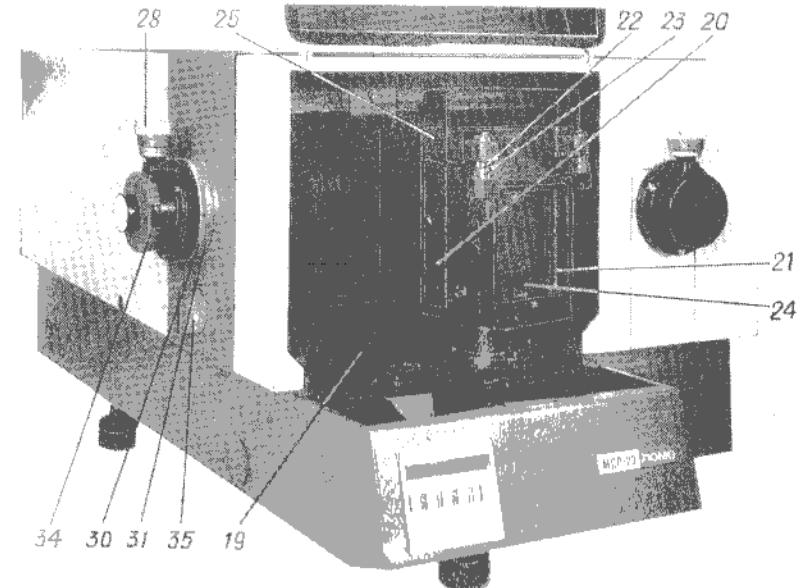
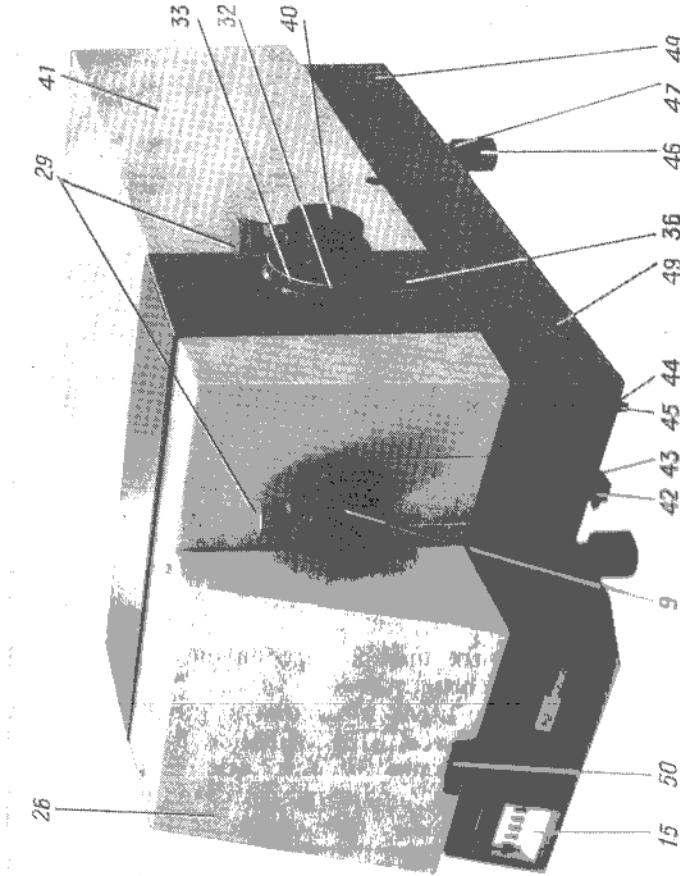
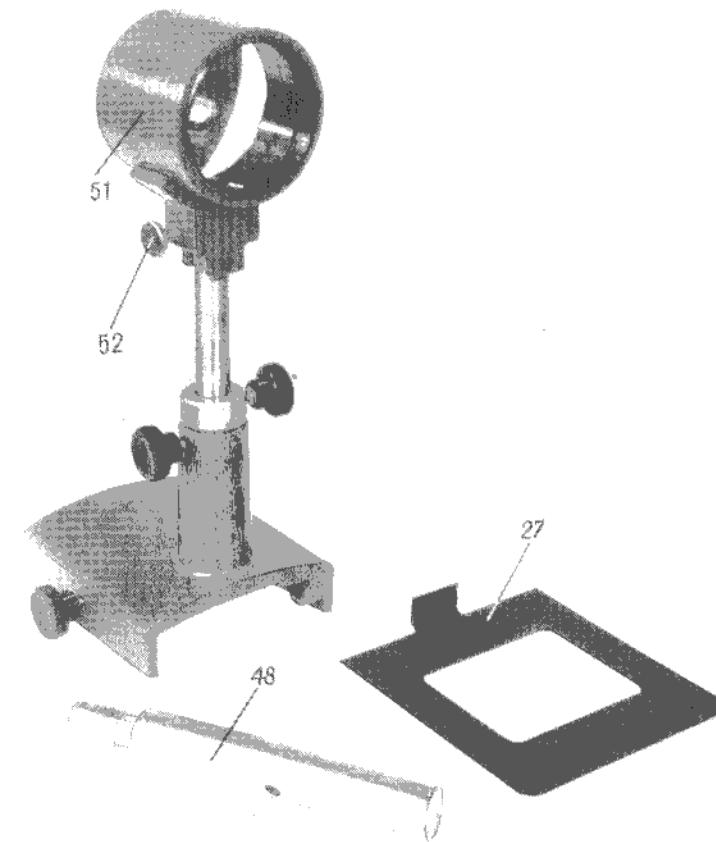

Рис. 5
Рис. 6
Рис. 7
На основании $\#9$ (рис. 5) монохроматор размещены основные элементы оптической и кинематической схем.
Сменные дифракционные решетки в оправе $\#20$ устанавливают на держатель $\#21$ так, чтобы шаровые опоры $\#22$ вошли в лунки $\#23$, а упор $\#24$ был прижат к плоскости держателя. Рукоятка $\#25$ служит для удобства установки решетки. Установку дифракционных решеток осуществляют через окно в корпусе монохроматора, которое закрывается крышкой $\#26$ (рис. 6). На оправе каждой решетки нанесено соотвествующее ей число штрихов на миллиметр, а на оправах решеток 1200 штрихов на миллиметр – дополнительное обозначение «I» или «II», определяющее рабочую область решетки: соответственно от 200 до 500 пм или от 350 до 1000 пм.
Для уменьшения действующего относительного отверстия монохроматора до 1:8 на решетку может быть помещена диафрагма $\#27$ (рис. 7). В нерабочем состоянии решетки закрываются выдвижными крышками.
по шкале барабанчика 28 (см. рис. 5), выходных щелей — по шка-
лам барабанчиков 29 (см. рис. 6).
осуществляется вращением кольца 30 (см. рис. 5), при этом
вращением кольца 32 (см. рис. 6), при этом отсчет снимается
В насадке 34 (см. рис. 5), надеваемой на входную щель,
ную щель 10 (см. рис. 6), или зеркала, срезанного по высоте,
Все узлы монохроматора закрыты кожухом 41 (см. рис. 6). Под входной щелью монохроматора закрепляется рельс длиной 1000 мм для установки осветительной системы, под выходными щелями рельсы длиной 400 мм для установки приемников излучения.
Для переноски монохроматора следует пользоваться четырьмя ручками 48 (см. рис. 7).
9.2. Отверните крышки 49 (см. рис. 6) и вверните в резьбовые отверстия четыре ручки 48 (см. рис. 7).
9.4. Введите рельсы в направляющие 42 (см. рис. 6) под входной и выходной щелями, закрепите каждый рельс, для чего прижмите его к упорному винту 43, заверните до упора винт 44 и законтритре его гайкой 45; вращением болтов на свободном конце рельсов установите рельсы в горизонтальное положение.
9.7. Поместите на рельс кварцевый конденсор 51 (см. рис. 7) и установите расстояние между источником излучения, конденсором и входной щелью монохроматора, пользуясь табл. I для длины волны 600 нм. Наденьте на входную щель насадку с гравировкой «Г=210».
Вращением кольца 30 (см. рис. 5) и кольца 32 (см. рис. 6) установите рабочее положение входной и выходной щелей, указанное в паспорте монохроматора.
Если при транспортировании монохроматора произошло расхождение показаний счетчика длин волн с положением дифракционных решеток, произведите их согласование. Для этого откройте крышку 26 (см. рис. 6) через отверстие в основании монохроматора (слева от держателя дифракционной решетки) отверните два винта в карданном соединении, затем поворотом кардана установите на шкале счетчика показание «05461» и затяните оба винта.
Для получения более высокого качества изображения спектральных линий можно уменьшить действующее отверстие монохроматора до 1:8; для этого в пазы оправы дифракционной решетки вместо предохранительной крышки установите диафрагму 27 (см. рис. 7).
10.4. Для работы с разными приемниками излучения в монохроматоре предусмотрены две выходные щели. При работе с приемником излучения, установленным за выходной щелью 9 (см. рис. 6), рукоятку 36 установите в положение ВЫКЛ, при работе с приемником излучения, установленным за выходной щелью 10, — в положение ЗЕРКАЛО, а при одновременной работе с обеими выходными щелями, т. е. при введении в световой пучок зеркала, срезанного по высоте, рукоятку 36 установите в положение ДЕЛИТЕЛЬ.